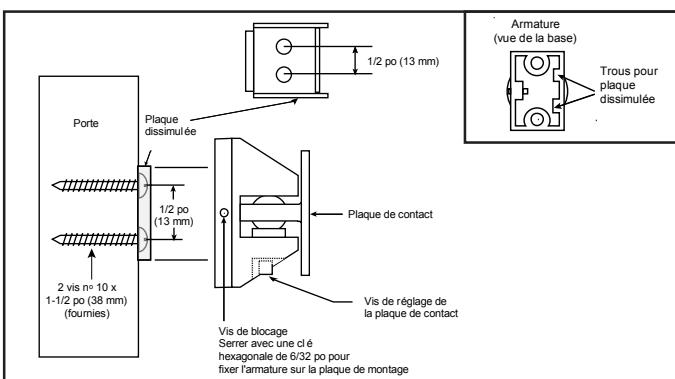

Figure 6. Fixation avec plaque dissimulée
- b. **Montage avec plaque dissimulée (Fig. 6).** Marquez deux points, pour des trous de 1/8 po, à une distance de 1/2 po l'un de l'autre et centrés par rapport aux points marqués à l'étape 3. Marquez ces nouveaux points au pointeau et percez dans chacun un trou de 1/8 po de diamètre sur 1-1/4 po de profondeur. Fixez la plaque dissimulée au moyen des deux vis n° 10 x 1-1/2 po fournies.
Alinez les trous pour la plaque dissimulée dans la base de l'armature avec les tiges de la plaque de montage. La vis de réglage de la plaque de contact étant vers le bas, fixez l'armature à la porte en serrant la vis de blocage (Fig. 6).